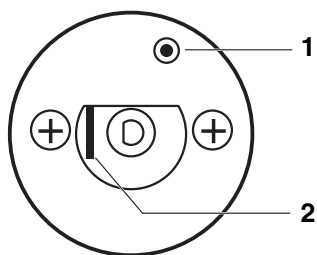

Fig. 5 Fazer disparar o termostato de segurança
- Prima a patilha ou a tecla (consoante o tipo de regulador) para trás com uma chave de fenda ou similar e mantenha premida até que o termostato de segurança dispare (fig. 5).